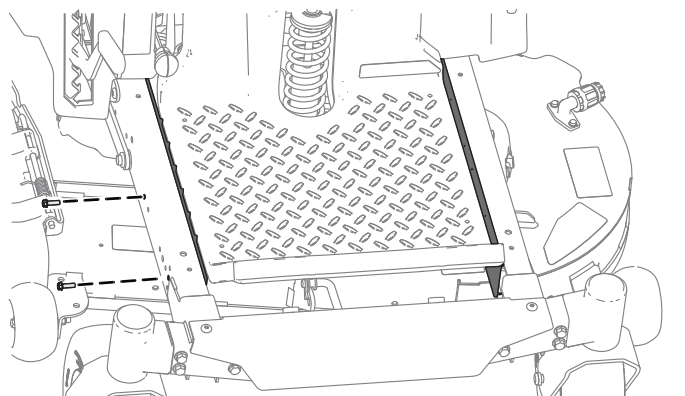

図 1
2. フレームの左右両側からガードを取り外す 図 1。
2. 2 ガードを取り外す (ページ 2) で外したガードを 図 1 のようにフレームに固定する。